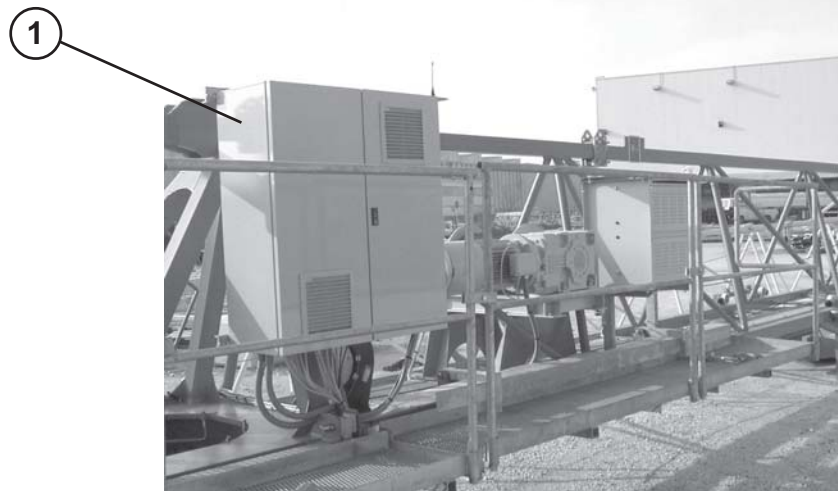

Abb. 1.1.1
Der Schaltschrank "QEG" (1) (Abb.1.1.1) befindet sich auf dem Auslegerabschnitt-17 (CTT61/A), auf dem Auslegerabschnitt-27 (CTT71), auf dem Auslegerabschnitt-15 (CTT91) oder auf dem Auslegerabschnitt-26 (CTT121/A) und er kontrolliert die allgemeinen Funktionen Betriebsstart, Stopp und Steuerung der Bewegungen "Laufkatzenfahren-Drehung" und "Heben-Kranfahren".